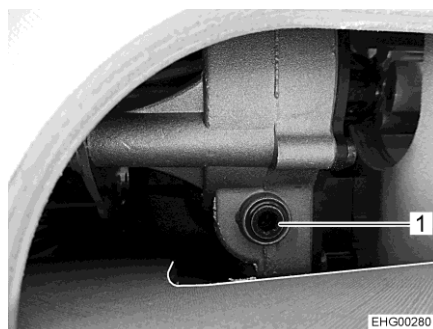

Fig. 53 Acceso al accionamiento (ejemplo)
- Insertar la manivela entregada o una llave Allen en el alojamiento en el accionamiento (Fig. 53,1).